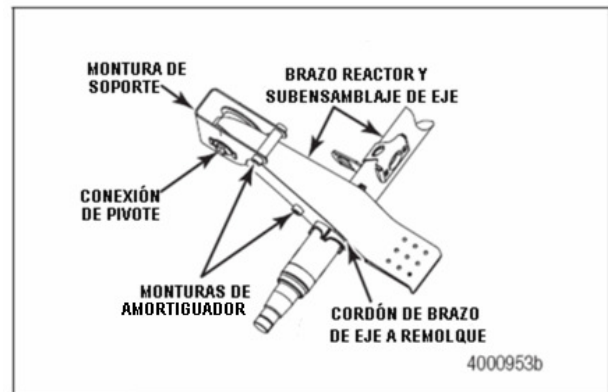

Figura 9.25
- Inspeccione la estructura de los siguientes componentes de suspensión de aire. Figura 9.25.